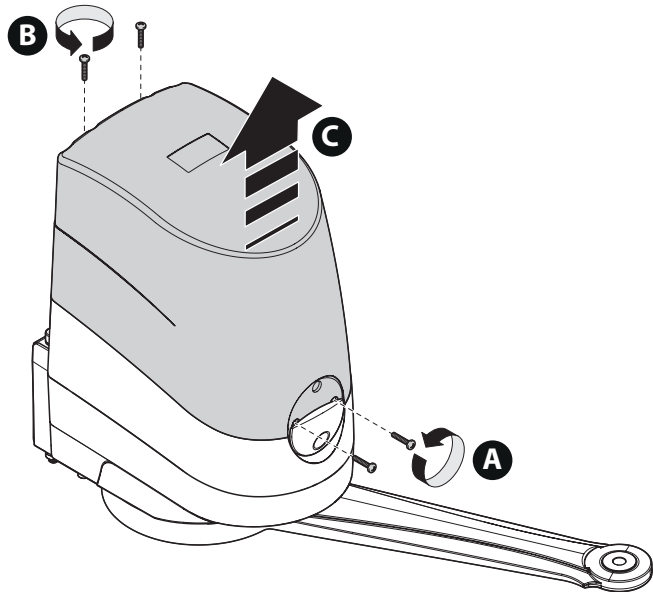

Abb. 21
01. Die Abdeckung des Getriebemotors entfernen, wie auf **Abb. 21** gezeigt;